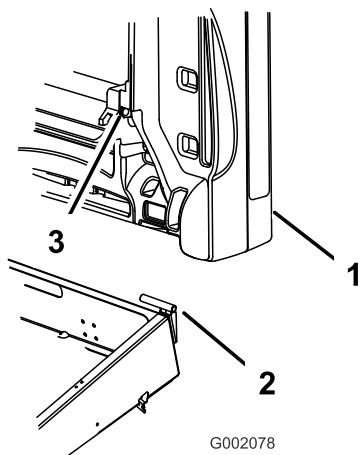

図 12
3. 荷台の取り付け穴とピボット・ブラケットの穴を整列させる（図 12）。